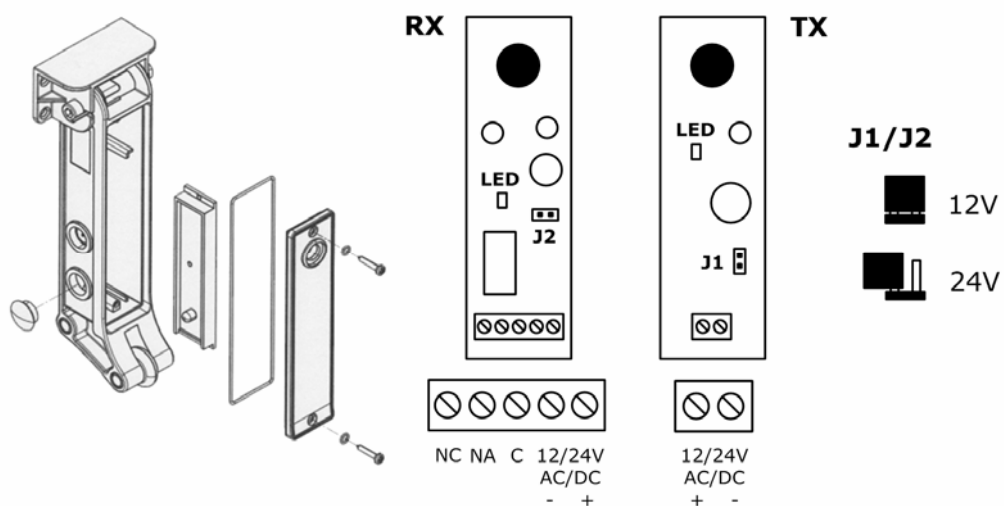

Abb. 5 – Anschluss von NO TOUCH 1
- Führen Sie alle elektrischen Anschlüsse durch (Abb. 5 – 7).
Zum elektrischen Anschluss von NO TOUCH 1 werden die Module des Senders und des Empfängers sorgfältig aus den Gehäusen herausgenommen (Abb. 5). Nach dem Anschluss werden sie wieder dicht zusammengebaut.